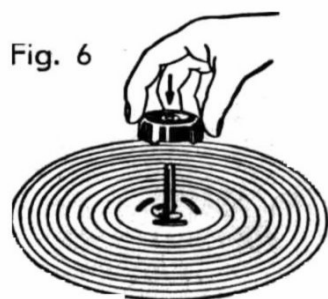

Fig. 6
2.21 Kurze Spielerachse mit Spitze nach unten einsetzen (Fig. 6).
- 2.21 Insert single-play spindle with pointed end downwards (Fig. 6).